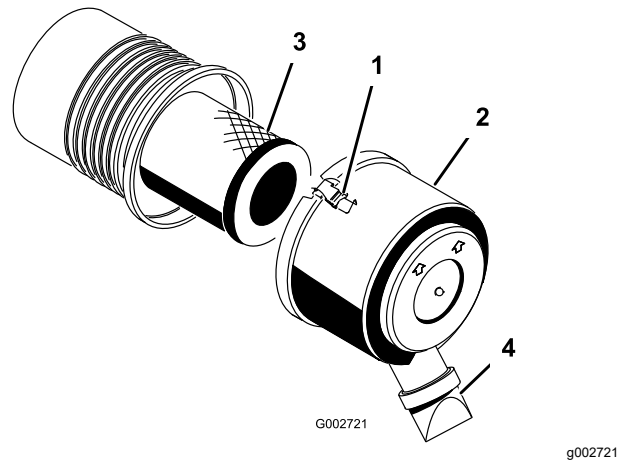

图 26
1. 松开将空气滤清器盖固定到空气滤清器壳体上的搭扣图 26。